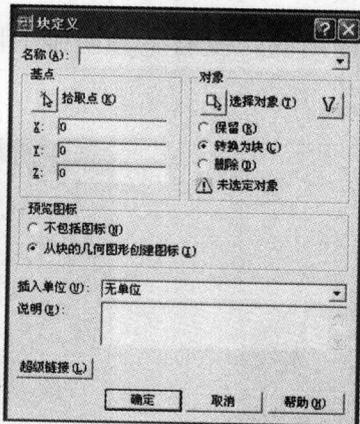

图 1-7
(1) 在清理完 CAD 图形后，单击【块定义】按钮，生成图块，会出现如图 1-7 所示对话框。点击拾取点，选择定位点。点击对象，然后框选所要生成图块的部分，点击确定（可以对当前的对象多次和分别的导入）。
(2) 单击【插入块】按钮，指定定位点插入块，删除块之外的所有图形，另存为一个新文件，命名为\*\*.dwg。或者通过【Ctrl】+【C】键拷贝，再通过【Ctrl】+【V】键粘贴到一个